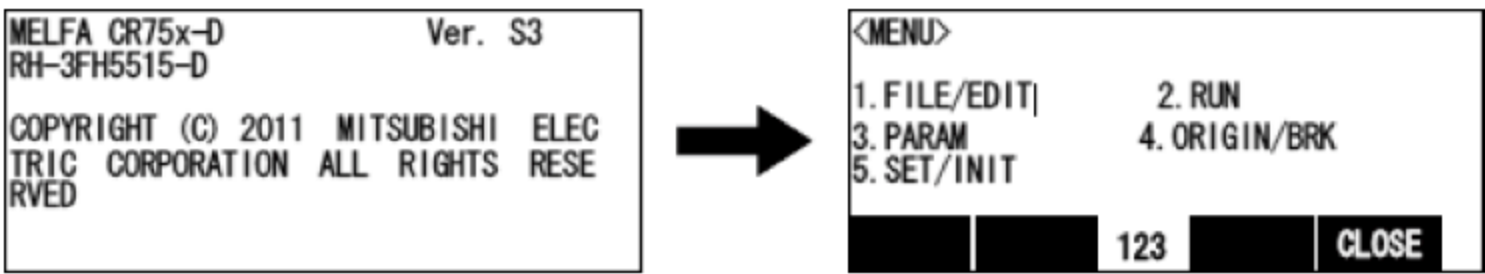

图 29-13 菜单屏幕
- (3) 在屏幕上出现< TITLE >时,按下 Exe 键,出现< MENU >屏幕,如图 29-13 所示。